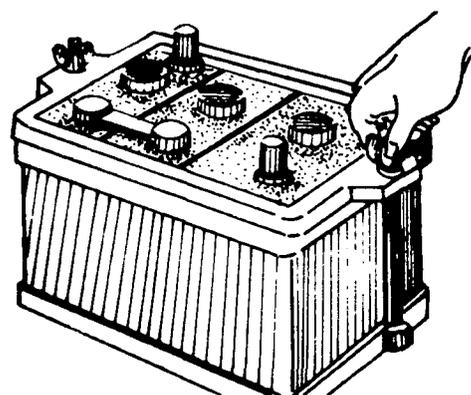

Fig. 2
- e Tire as porcas e os parafusos do suporte da bateria (fig.2).